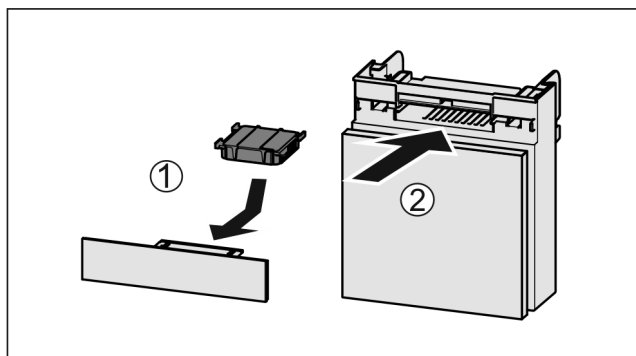

Fig. 83
- ▶ Установите фильтр с активированным углем, как показано на рисунке Fig. 83 (1).
- ▶ Вставьте отделение Fig. 83 (2).